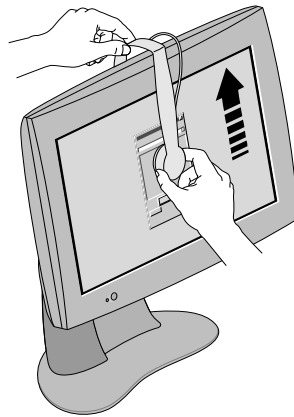

Figure 1-11 Retrait du détecteur
5. Enlevez le détecteur de l'écran, comme le montre la figure 1-11.